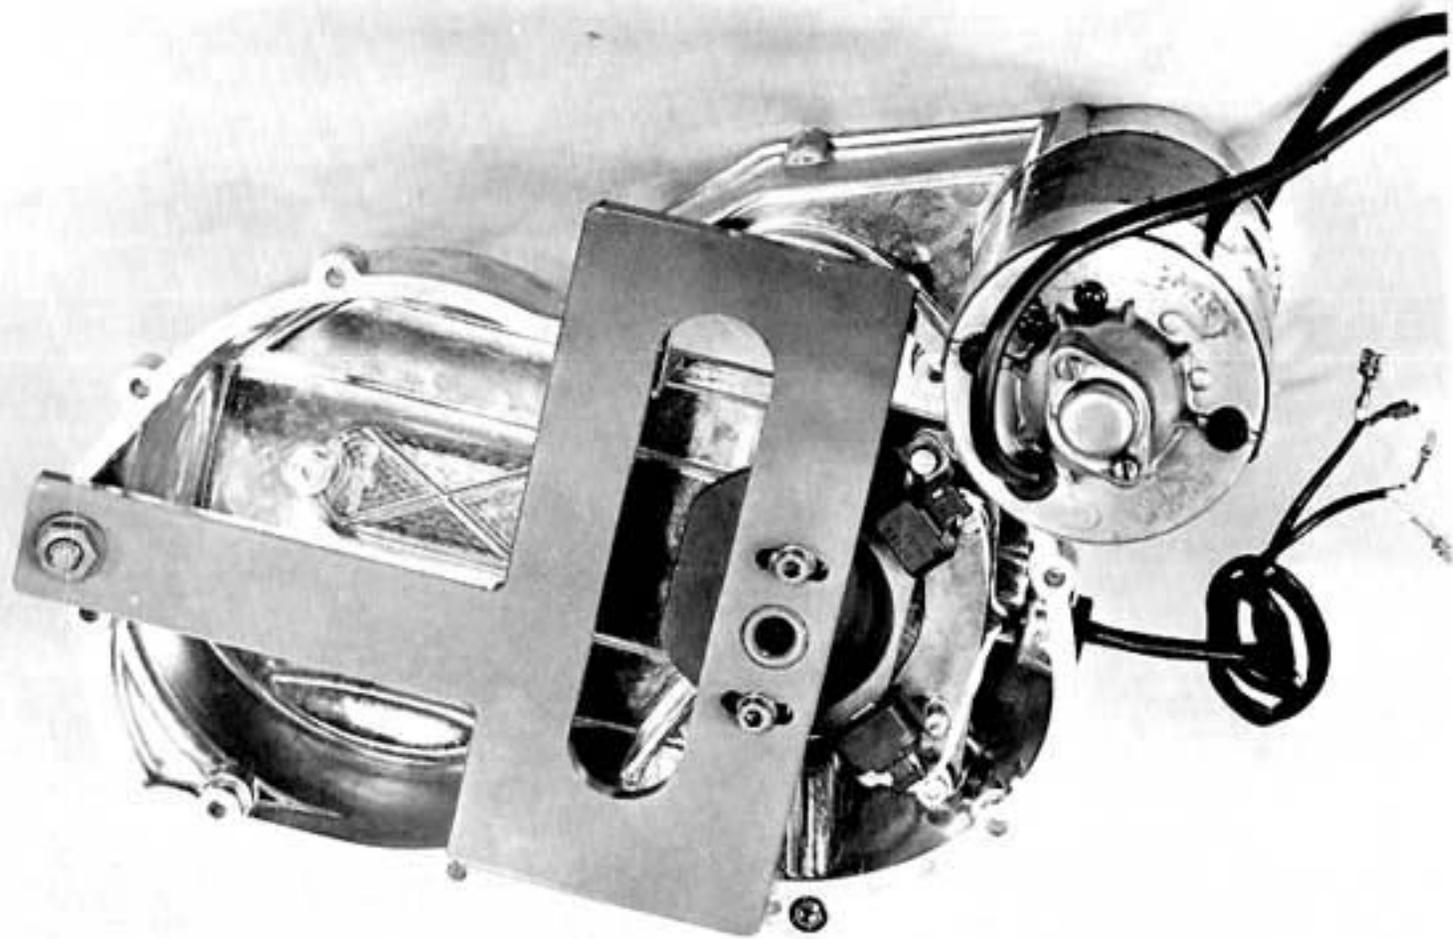

Fig 112
- 4) Allentare le viti che fissano i pick-up, tenere questi ultimi bene aderenti alle tacche dell'attrezzo speciale e serrare a fondo le quattro viti (fig. 112).
- 4) Slacken the screws that secure the pick-ups, hold the two magnetic pick-ups in contact with the special tool and tighten the four screws fully (fig. 112).